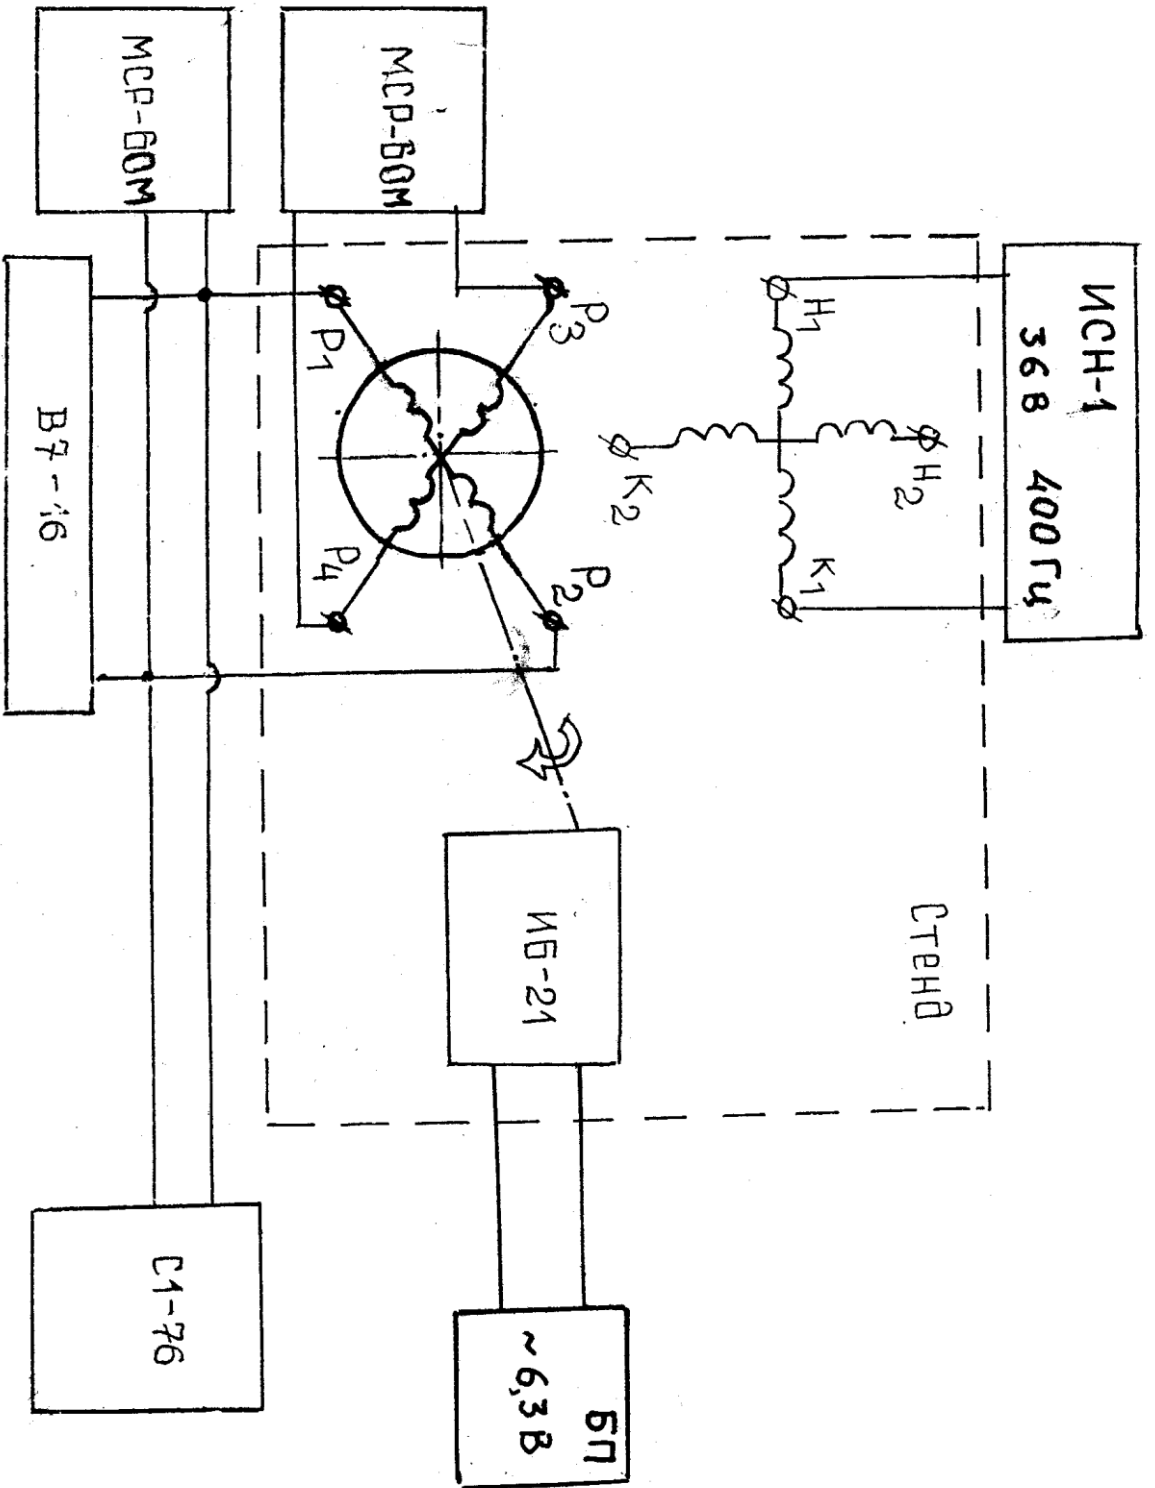
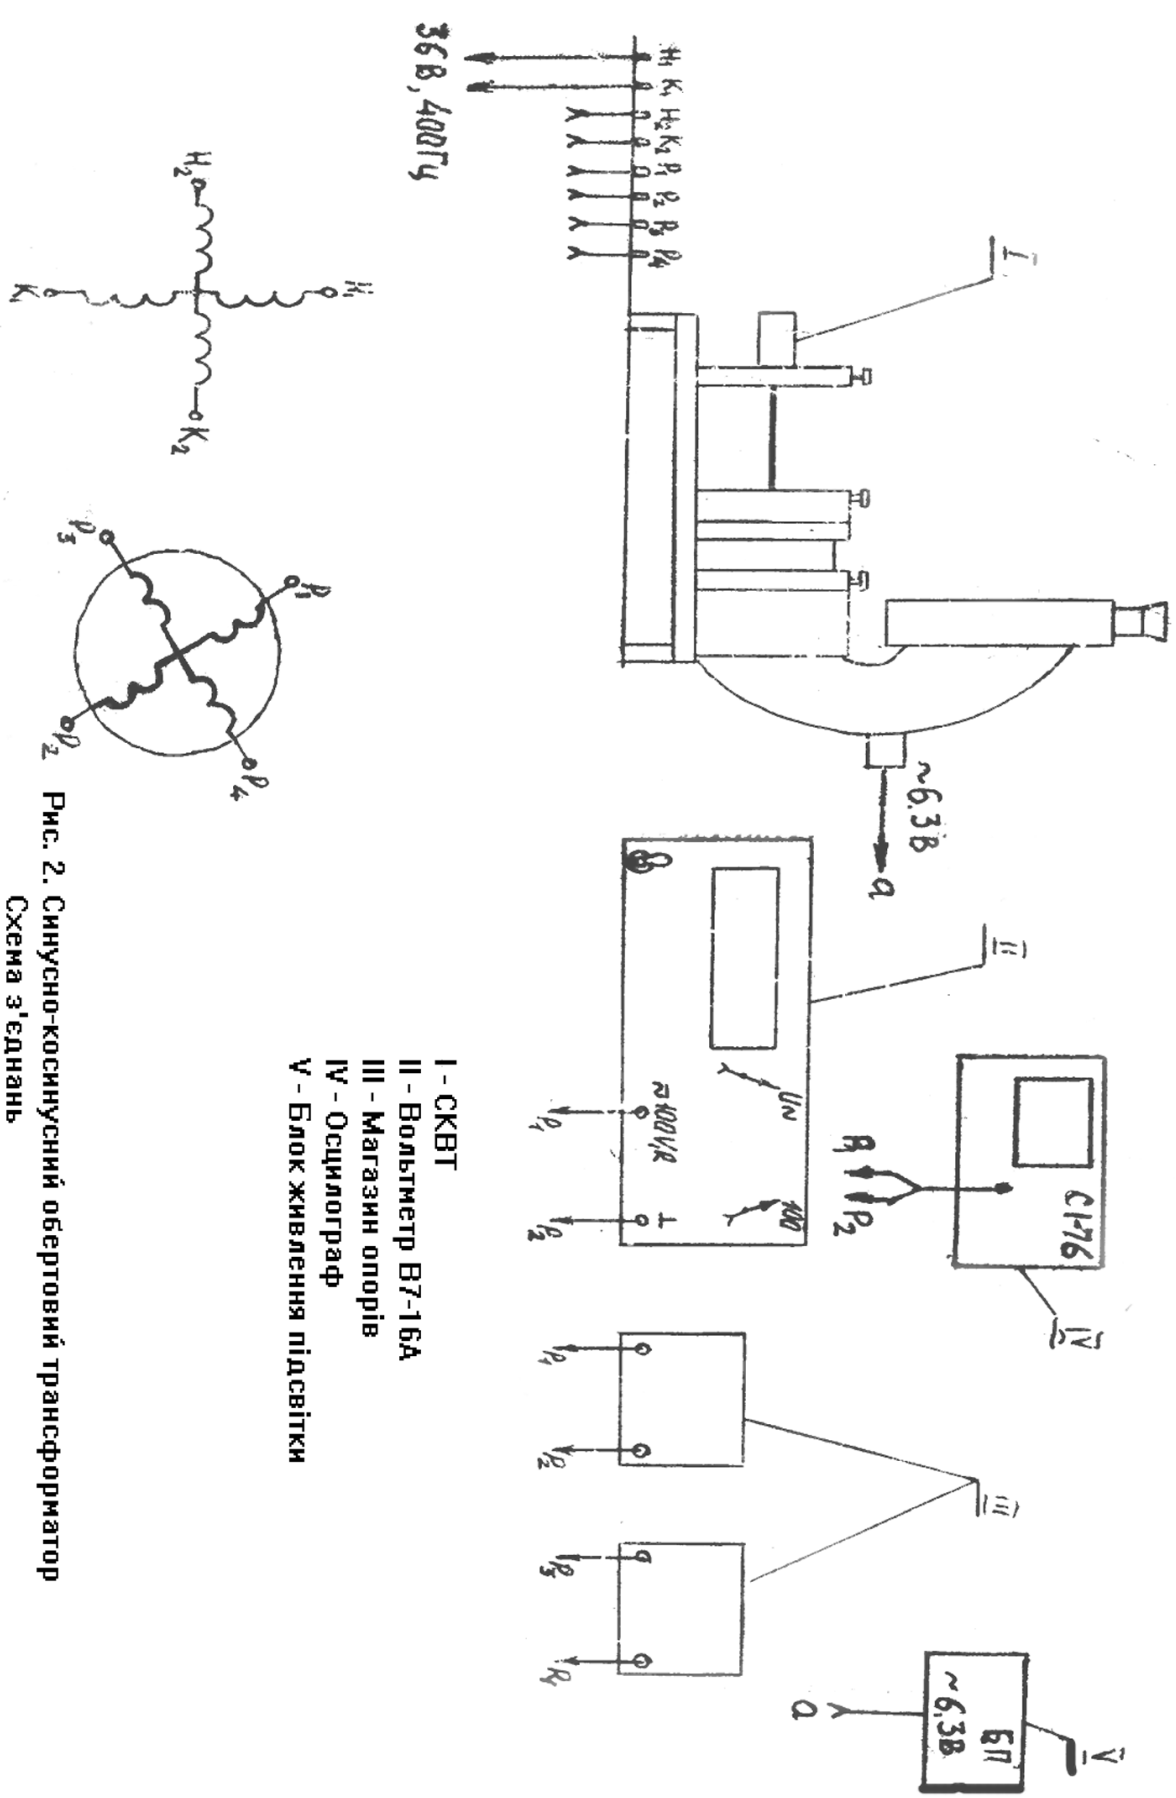

Рис.1. Структурна схема установки.
Рис. 2. Синусно-косинусний обертовий трансформатор
2.1. Вивчіть функціональну схему установки для визначення характеристики перетворення СКТ у синусно-косинусному режимі (рис. 1, рис. 2)